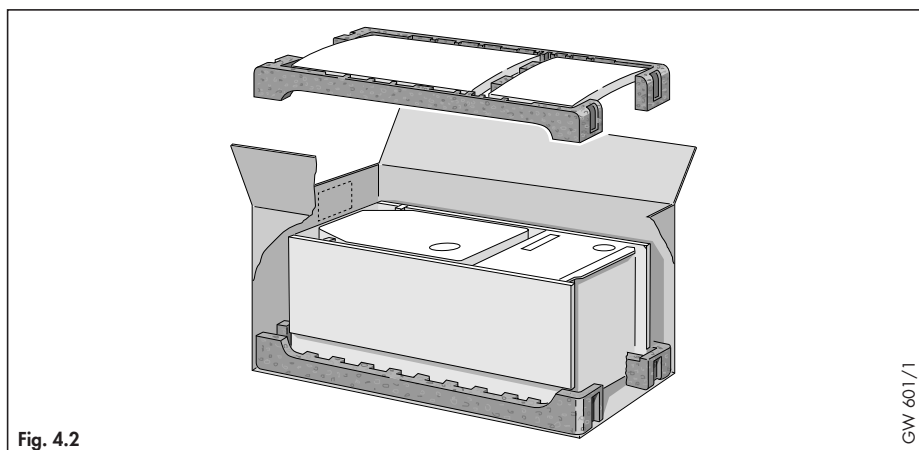

Fig. 4.2
4.2.2 Déballage de l'appareil (fig.4.2)